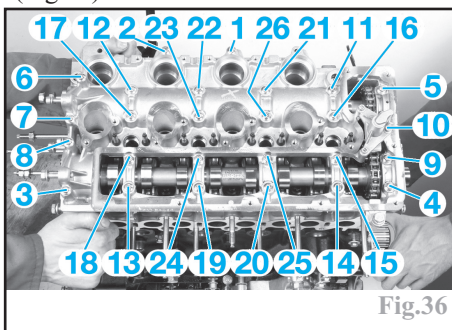

Fig.36
- les vis de fixation du carter d'arbres à cames de (1) à (26) dans l'ordre indiqué (Fig.36).